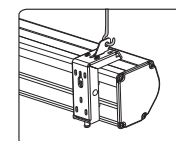

Abb. 17
4. Platzieren Sie Haken durch die Deckenösen, um die Leinwand wie abgebildet aufzuhängen (Abb. 17).